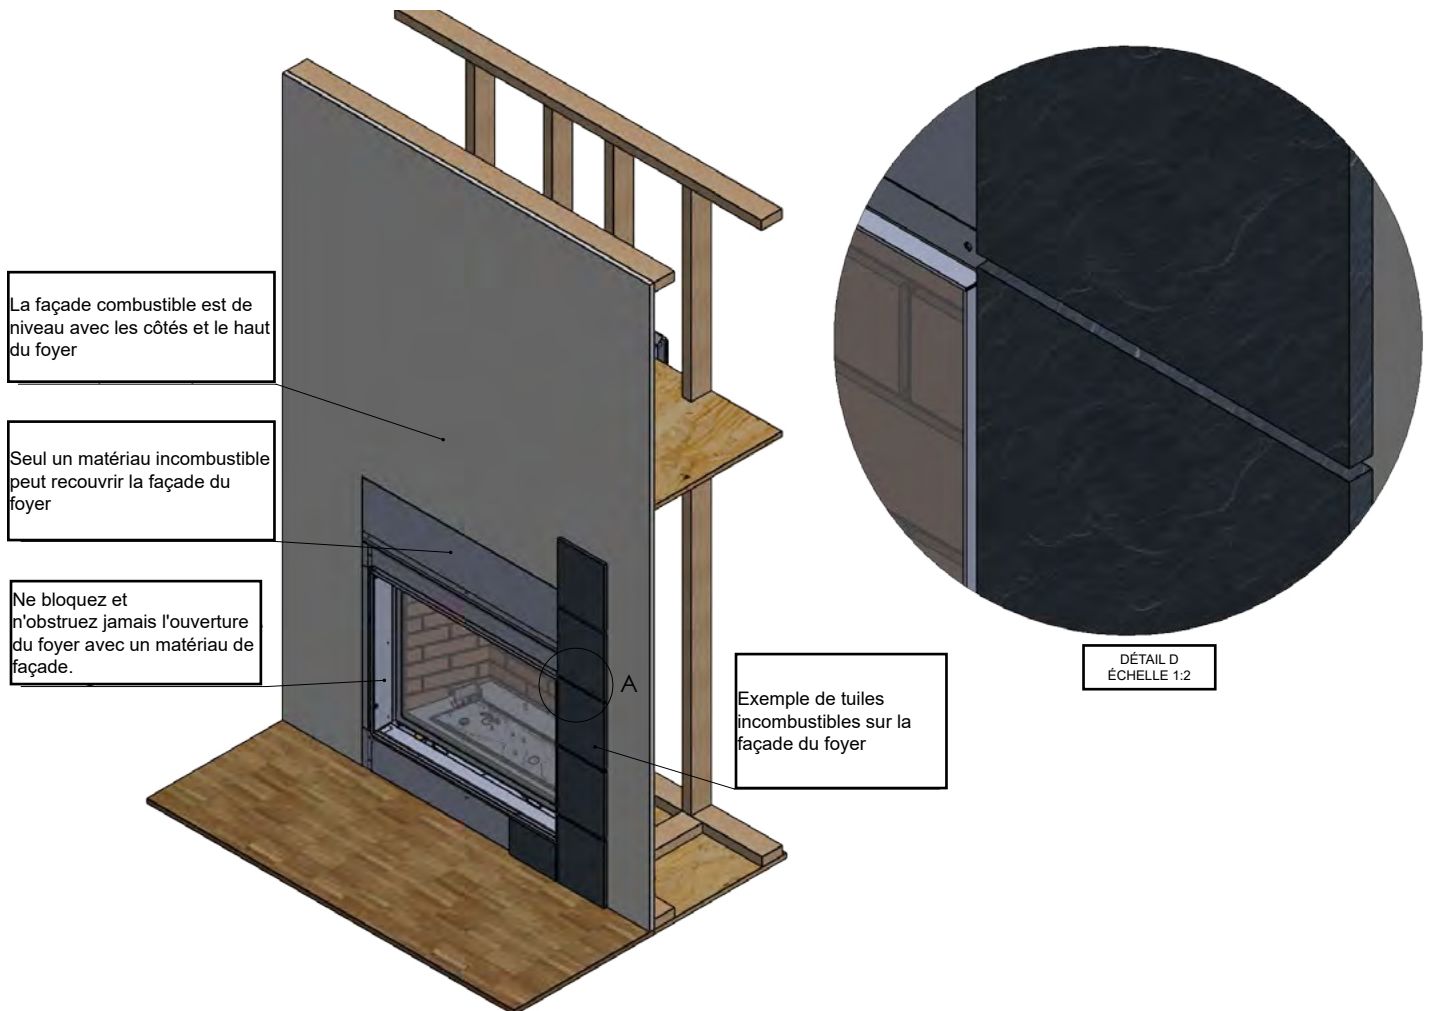

Figure 12.3.02
Installez les bandes de finition en utilisant les douze (12) rivets de 1/8 po inclus. N'installez jamais de matériaux combustibles sur le dessus de la face du foyer. Voir **Figure 12.3.02** pour les détails de finition.